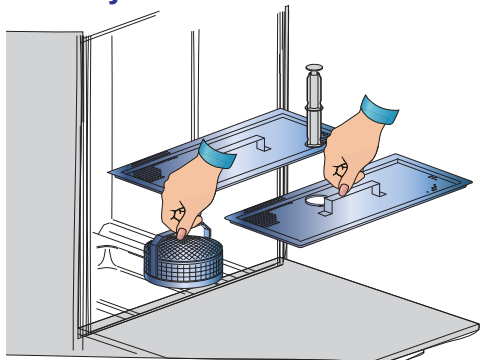

рис. 1
- Проверьте, чтобы всасывающий фильтр насоса был правильно размещен на своем месте на дне ванны (см. рис. 1).
- Разместите шланг водослива в соответствующее место внутри всасывающего фильтра насоса (см. рис. 1).
- Установите поверхностные фильтры, если есть в наличии (см. рис. 1).